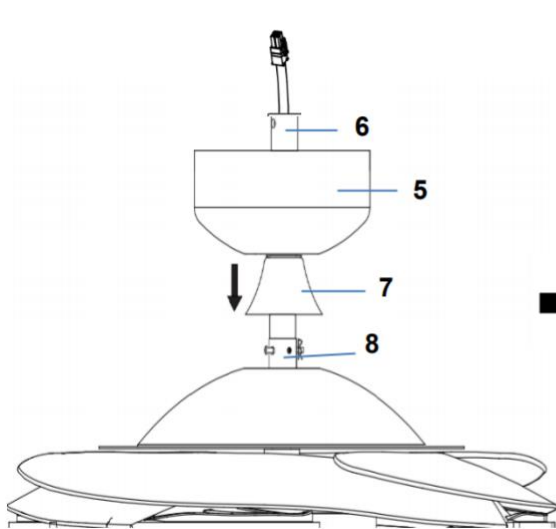
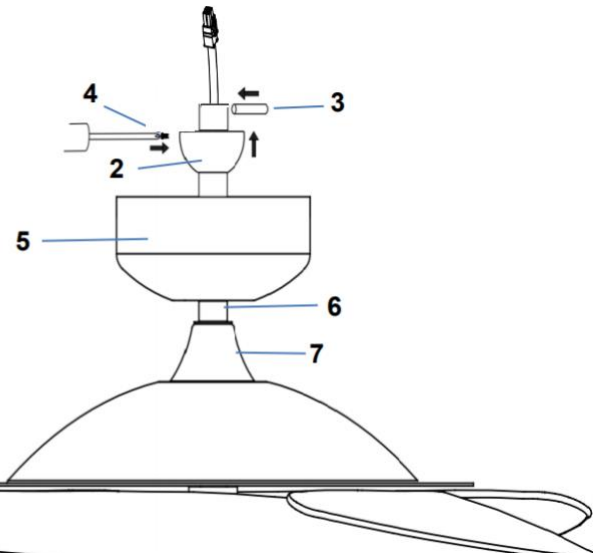

Abb. 4.5
Abb. 4.6
6. Stecken Sie die Dekorblende (7) auf die Deckenstange (6), um das Kupplungsgehäuse der Deckenstange (8) zu verdecken. (Abb. 4.5)
7. Stecken Sie den Baldachin (5) auf die Deckenstange (6), setzen Sie das Kugelgelenk (2) und den Spannstift (3) wieder in die Deckenstange (6) ein und sichern Sie es durch Anziehen der Befestigungsschrauben (4). (Abb. 4.5 und Abb. 4.6)